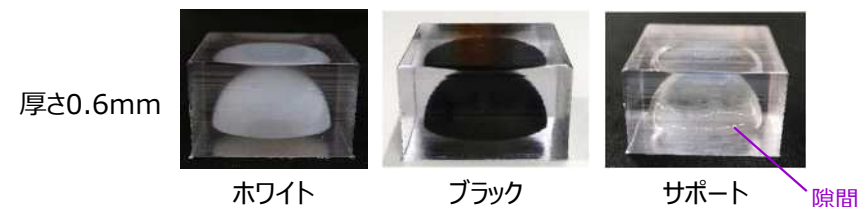

図3 造形結果 (材料比較)
- 厚さを0.6mmとして、形状①をホワイト樹脂、ブラック樹脂、サポート樹脂(※)として造形した結果を図3に示す。
- ※形状②のみを造形すると、隙間にサポート樹脂が入る。